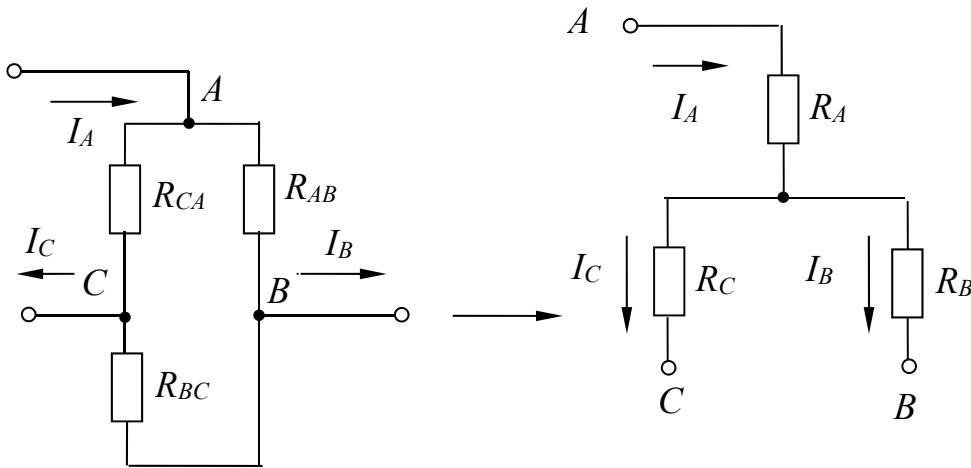

Рисунок 1.2 – Соединение резисторов треугольником и звездой
– преобразование треугольника резисторов в эквивалентную звезду и наоборот (рисунок 1.2).